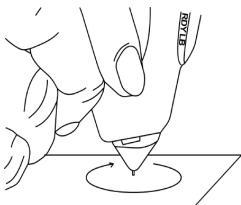

Fig. 2.3
- Impugnare la sonda a penna in modo che la punta della penna formi un angolo retto (90 gradi) con il fazzoletto o il supporto della pietra (a seconda dei casi). Tracciare delicatamente un pattern circolare senza far rientrare la punta (**Fig. 2.3**).